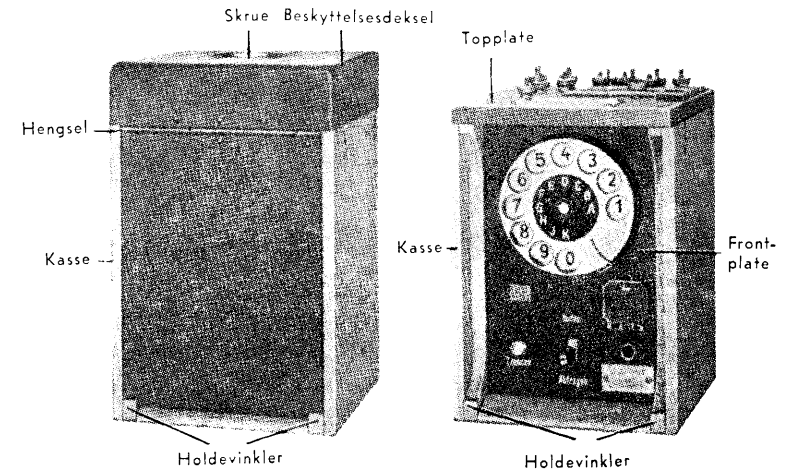

Fig 8.
52. Kassen, fig. 8, som er laget av tre, inneholder selve apparatet. (Etter at beskyttelsesdekslet er fjernet, kan apparatet tas ut av kassen ved at man skrur opp de fire skruene med rød ring rundt).
Se fig. 8.